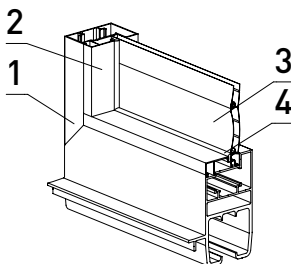

Рис. 37. Установка штапика с уплотнителем **FRK39**:
1. По контуру заполнения установить штапики **2** совместно с уплотнителем **4** (рис. 37).